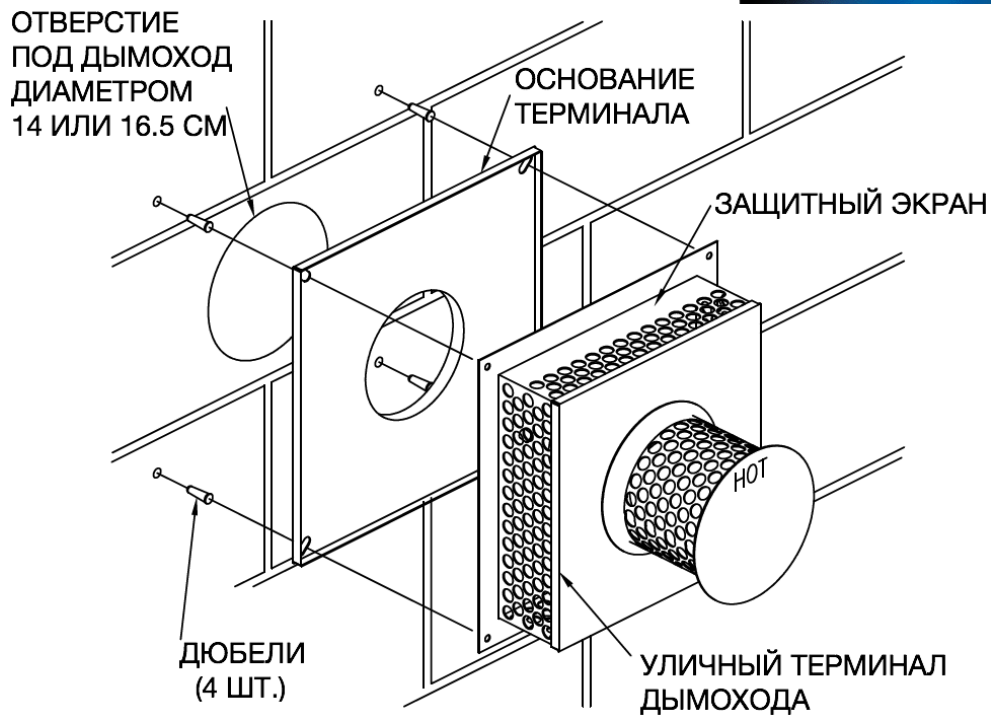

Рисунок 18
3. Прodelайте в стене отверстие соответствующего диаметра (см. Рисунок 18 и таблица 4) в том месте, где предполагается размещение уличного терминала дымохода. Примерьте уличный терминал дымохода, как показано на Рисунке 18.
4. С наружной стороны стены приложите основание терминала и сам терминал, совместив центры отверстий. Отметьте на стене места под дюбели. Просверлите отверстия под дюбели сверлом 4.5 мм и установите дюбели. **Не монтируйте** терминал и его основание на данном этапе (Рисунок 18).